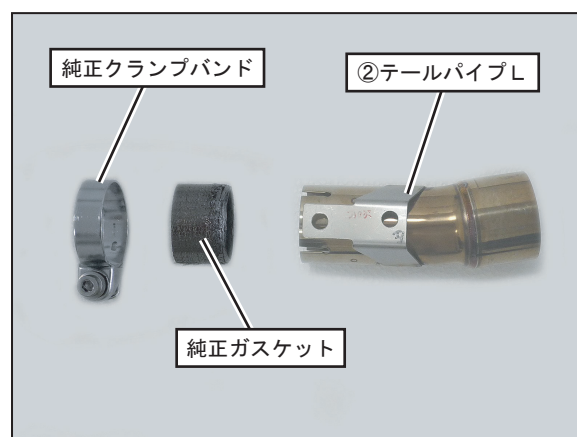

FIG. 7
8. ②テールパイプL前側に新品の純正ガスケットと純正クランプバンドを取り付けて下さい。（FIG. 7参照）